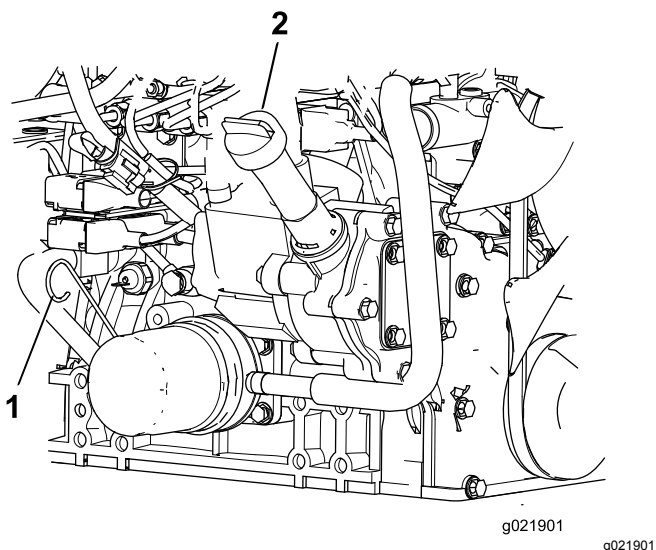

Figura 74
3. Retire a vareta, limpe-a, coloque-a no tubo e volte a retirá-la em seguida. O nível de óleo deve estar entre marca CHEIO e a marca ADICIONAR (Figura 74).
4. Se o nível de óleo estiver baixo, retire o tampão de enchimento e adicione óleo até que fique entre a marca CHEIO e a marca ADICIONAR (Figura 74).